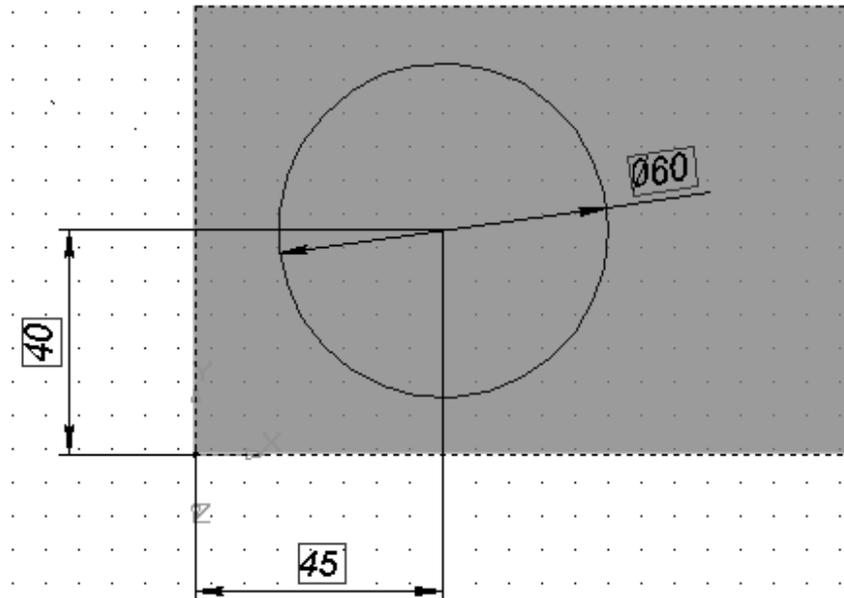

Рис. 7.10. Эскиз основания бобышки
10. Постройте эскиз основания бобышки (рис. 7.10).